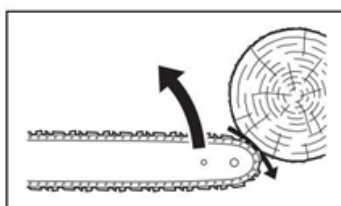

Fig 1
- In manchen Fällen kann der Kontakt mit der Spitze zu einer extrem schnellen Rückreaktion führen, bei der die Stange nach oben und zurück in Richtung des Bedieners gedrückt wird (dies wird als Rotationsrückschlag bezeichnet). Durch Spannen der Kette entlang der Oberseite der Stange kann die Stange schnell in Richtung des Bedieners gedrückt werden (dies wird als linearer Rückstoß bezeichnet) (Abb. 1).